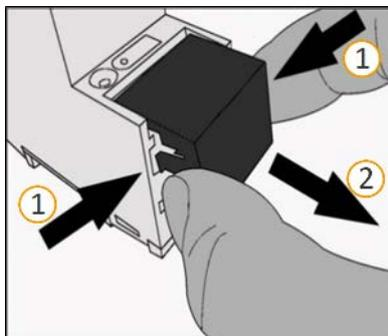

Abbildung 32: Abdeckkappe entfernen
1. Drücken Sie die Abdeckkappe seitlich leicht ein (siehe Abbildung 32, Pos. 1).
2. Ziehen Sie die Abdeckkappe nach oben ab (siehe Abbildung 32, Pos. 2).